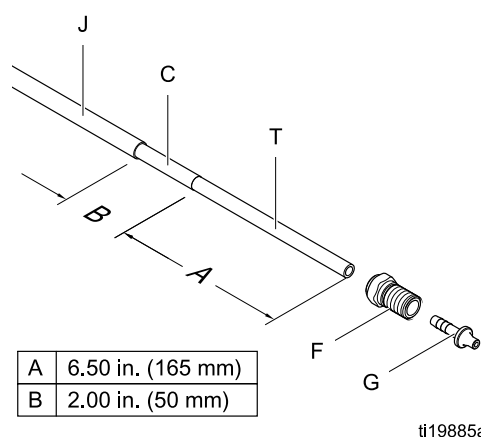

Figure 12 Dimensiones de la manguera con carcasa 24M732 en la pistola
- Para que la manguera de fluido calce adecuadamente, debe estar pelada y montada según las dimensiones mostradas en la Fig. 12. Aplique grasa dieléctrica en el tubo interior (T) de la manguera. Deslice el racor (F) sobre el tubo (T). Presione el racor estriado (G) dentro del tubo hasta que el reborde toque el fondo del tubo. Se suministra una manguera de fluido a base de agua correctamente montada según estas dimensiones.